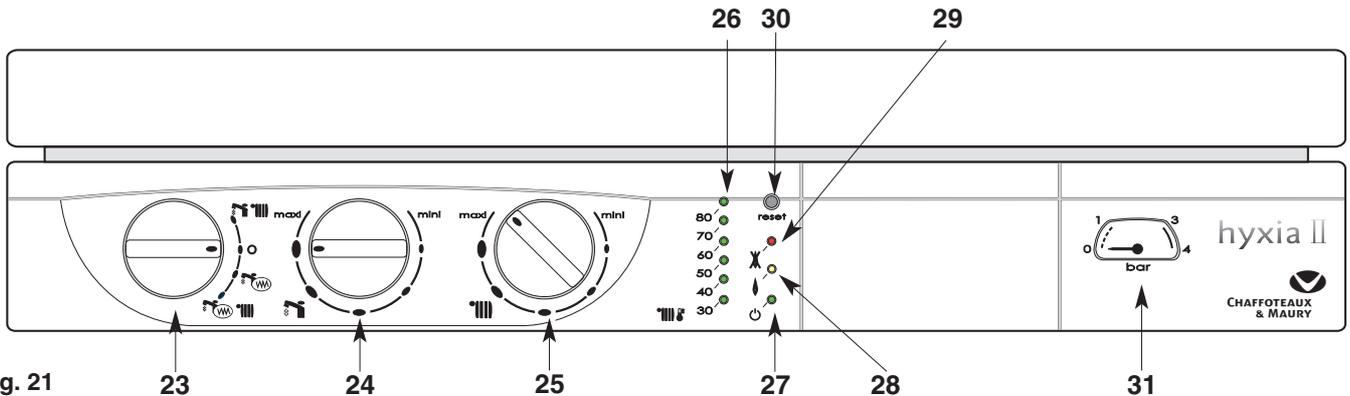

Fig. 21
Tableau de bord (fig. 21)
- Placez le commutateur **23** (fig. 21) en position  voyant vert **27** allumé ; le voyant orange **28** (fig. 21) s'allume chaque fois que le brûleur entre en fonction.
Le bouton de réglage du chauffage **25**  (fig. 21) donne la possibilité d'ajuster la température de l'eau du circuit de chauffage en fonction des besoins saisonniers.
- Placez le commutateur **23** en position «O» le voyant vert **27** (fig. 21) reste allumé. La fonction hors gel de la chaudière reste active.
*Ne pas oublier de le rouvrir en début de saison de chauffage, lorsque l'on remplace le commutateur **23** (fig. 21) en position .*